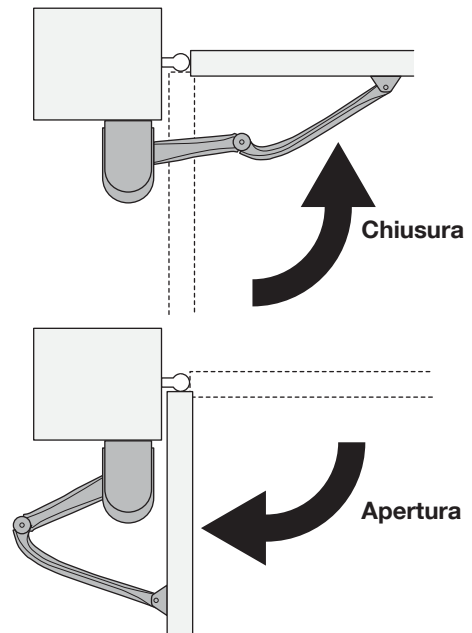

Fig.17
06. Manualmente verificare che aprendo e chiudendo l'anta del cancello questa si fermi nei punti desiderati **fig. 17**;